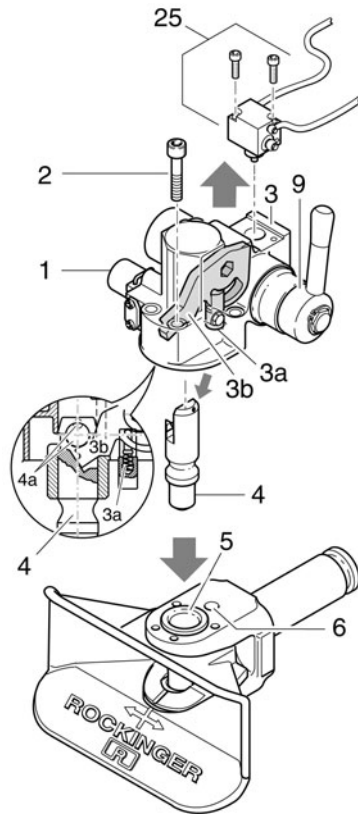

Abb. 1
1. Wechseln der Automateinheit und des Kupplungsbolzens (s. Abb. 1)